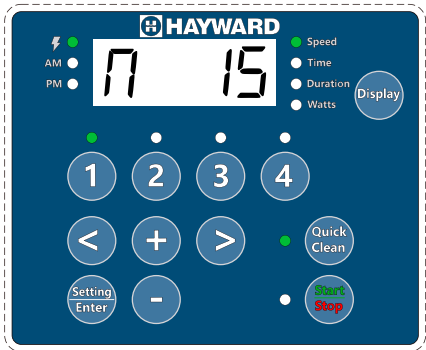

Figura 8
- 2. Premere Impostazione due volte. Il LED del parametro “Durata” lampeggia durante la modifica. **Vedere Figura 8.**